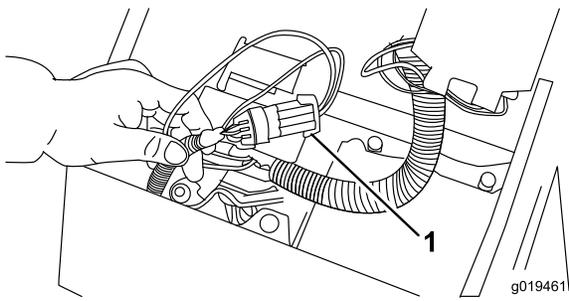

Figura 38
- Abra la tapa del panel de control. Localice el arnés de cables y el conector del bucle de prueba. Desenchufe con cuidado el conector del bucle de prueba del conector del arnés (Figura 38).